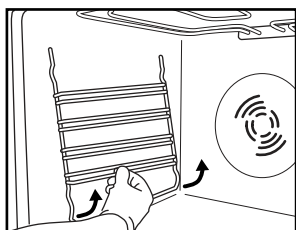

Fig. 3
1. Fjern tilbehøret på siden som holder grillene (Fig. 3).